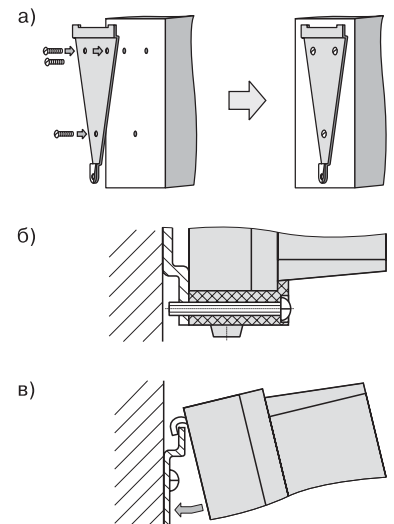

Рис. 13
1. Закрепить кронштейн тремя винтами М4 на поверхности, предназначенной для установки прибора (см. *прил. А* и рис. 13, а).
2. Зацепить крепежный уголок на задней стенке прибора за верхнюю кромку кронштейна (рис. 13, б).
3. Прикрепить прибор к кронштейну винтом М4×35 из комплекта поставки (рис. 13, в).